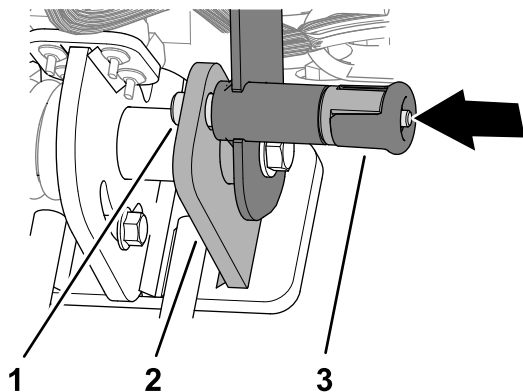

Figure 66
2. Vérifiez que la goupille de verrouillage du timon dépasse du trou de la plaque de verrouillage (Figure 66).